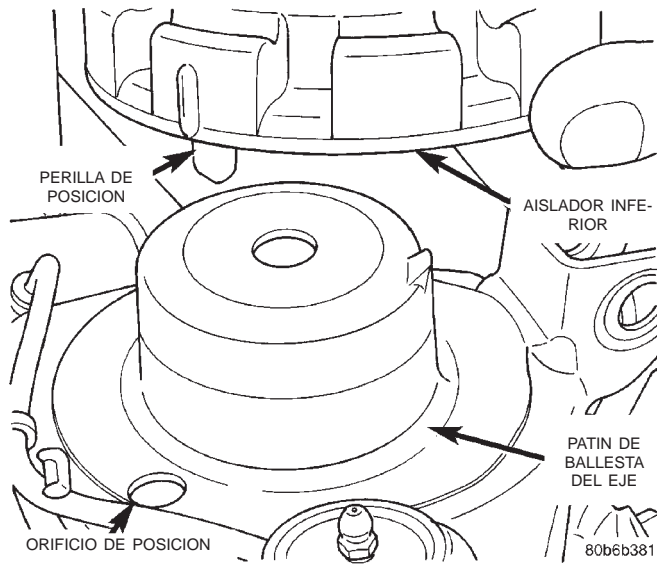

Fig. 5 Aislador inferior
- (1) Instale el aislador superior.
- (2) Instale el aislador inferior con la perilla del posicionador de aislador en el orificio de la planchuela del eje (Fig. 5).